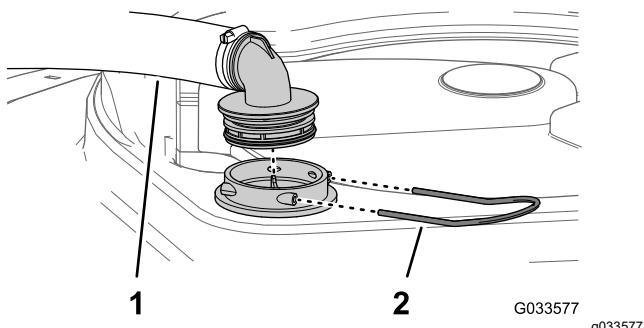

Рисунок 102
- В верхней части бака опрыскивателя снимите держатель, который крепит шланговый штуцер, подсоединенний к большому шлангу, идущему от корпуса фильтра (Рисунок 102).
3. Отсоедините шланг и шланговый штуцер от корпуса фильтра (Рисунок 102).